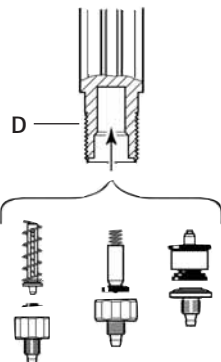

Fig. 18
- Aclarar abundantemente los diferentes elementos y remontarla (Fig. 18).
- Montar la válvula (Fig. 18-P) en el cuerpo dosificador (Fig. 18-D), empujándola hasta que se bloquee.